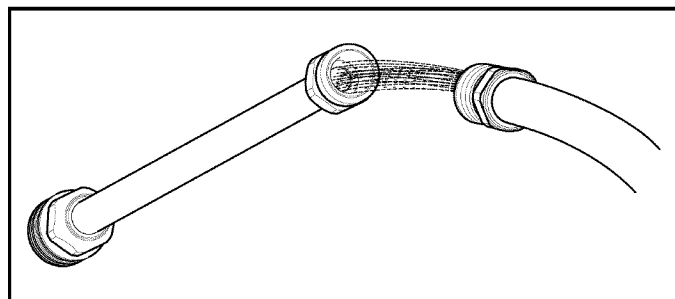

Figura 6-4. Lavado hacia atrás de la lanza
6. Con una manguera de jardín, retire los residuos adicionales lavando con agua hacia atrás a través de la lanza (Figura 6-4). Lave hacia atrás entre 30 y 60 segundos.